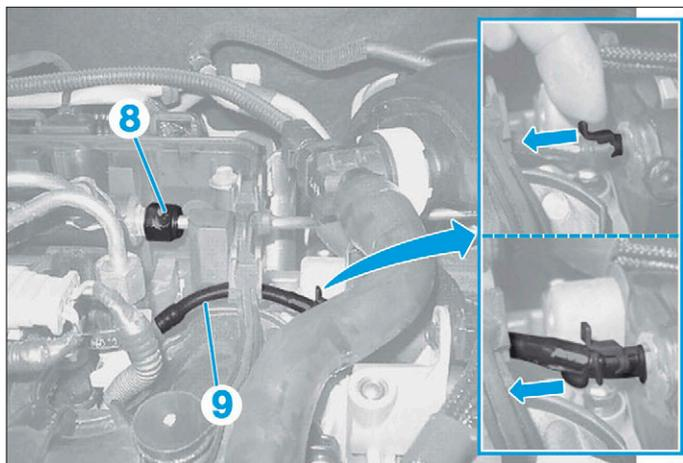

FIG. 43
- Desserrer le raccord (8) de la canalisation haute pression carburant sur la rampe d'injection (Fig.43).
- Tirer la languette de verrouillage vers l'arrière pour extraire le raccord de retour carburant (9).